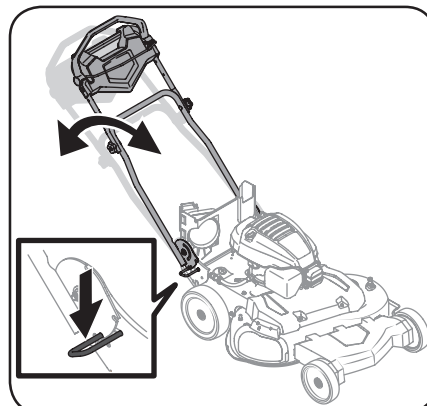

Figura 2-3
4. La altura de la manija se puede ajustar en una de dos posiciones. Oprima con el pie la palanca de ajuste de la manija y ubique la manija en la posición de funcionamiento que le resulte más cómoda. Vea la Figura 2-3.